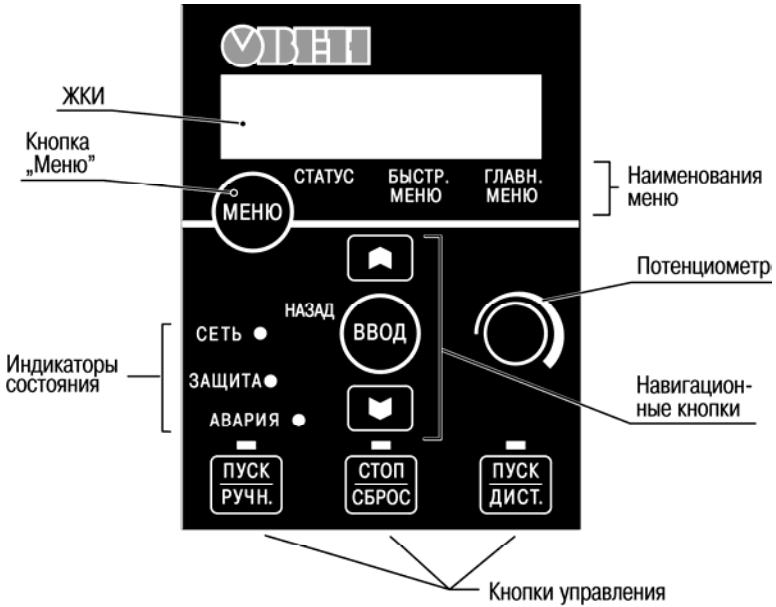
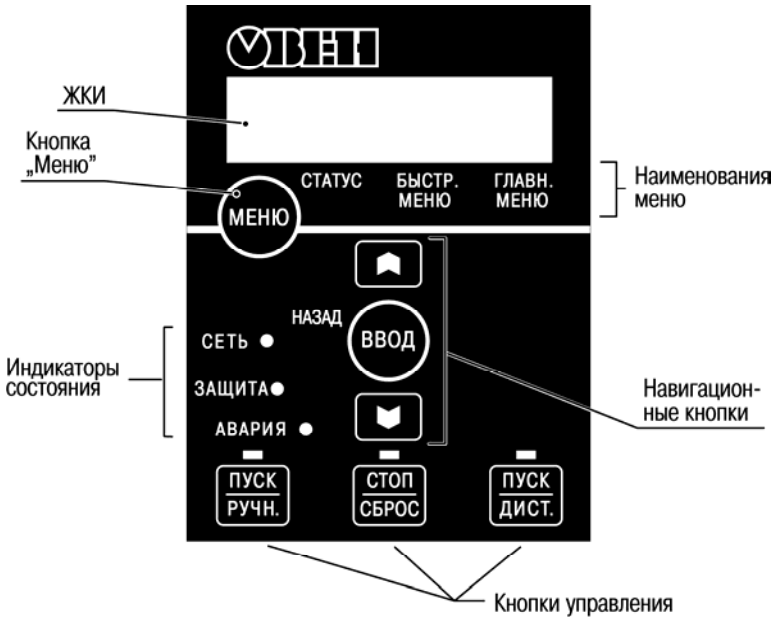

Рисунок 3.1 – ЛПО1 – Локальная панель оператора (с потенциометром)
Рисунок 3.2 – ЛПО2 – Локальная панель оператора (без потенциометра)
- ЛПО1 (с потенциометром), рисунок 3.1
- ЛПО2 (без потенциометра), рисунок 3.2;.
ЛПО1 разделена на шесть функциональных зон (см. рисунок 3.1), ЛПО2 (без потенциометра) – на пять функциональных зон (см. рисунок 3.2):